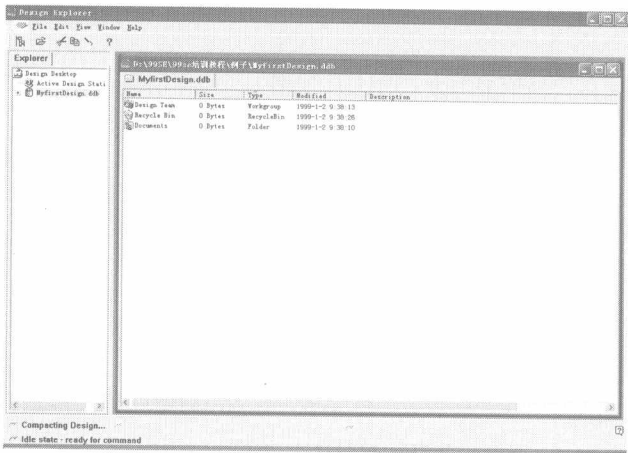

图 1-19 新建的设计数据库文件
5. 单击 **保存(S)** 按钮, 回到新建设计数据库文件对话框, 确认各项设置无误后, 单击 **OK** 按钮, 即可创建一个新的设计数据库文件, 如图 1-19 所示。
1. 双击图 1-19 中的 **Documents** 图标, 打开该文件夹, 将新建的原理图设计文件放置在该文件夹下。